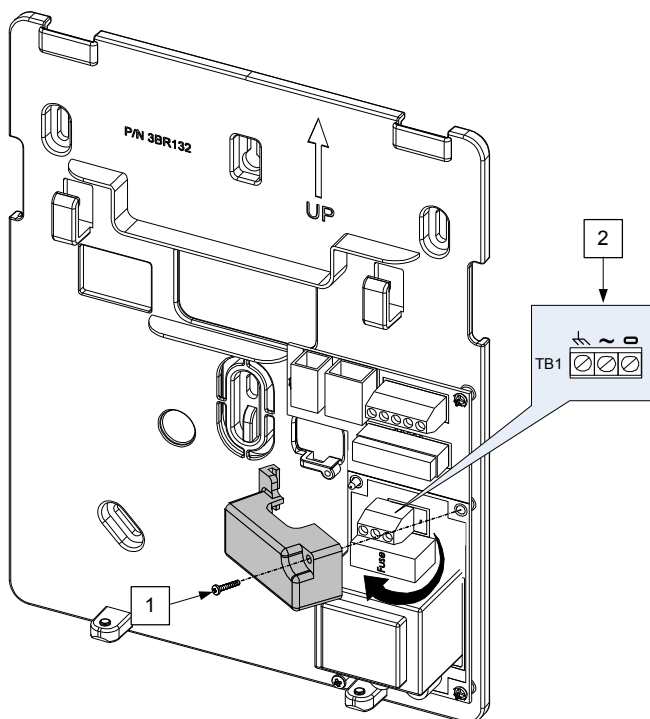

Figura 6: collegamento del cavo di alimentazione 220Vca
1. rimuovere il coperchio dell'alimentatore (vedi 1, Figura 6).
2. collegare i cavi di alimentazione (omologati da $0,75\text{mm}^2$) alla morsettiera sull'unità di alimentazione (TB1) (vedi 2, Figura 6).